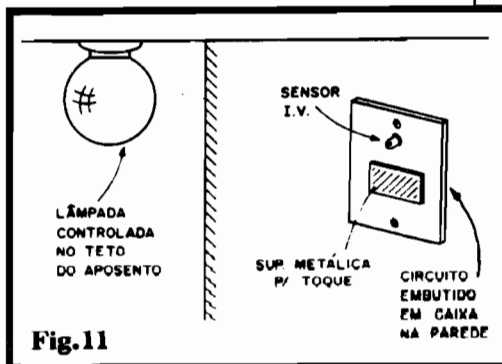

Fig.11
- FIG. 11 - OUTRO EXEMPLO APLICATIVO... - Num quarto de dormir, ficará elegante, prática e funcional a instalação do DICOR no controle efetivo da própria iluminação de teto! Para tanto, a caixa original do interruptor da lâmpada do local, na parede, deverá ser eventualmente substituída por um modelo maior (4" x 4"), ou ainda instalada na forma de uma caixa totalmente externa à parede... Em qualquer das opções, é recomendável que haja uma linha de visada entre a cama do "folgado" operador e a posição final do módulo "B", na parede... O foto-sensor I.V. e a própria plaquinha de controle por toque (nesse caso não é mais "opcional", pois se requer a possibilidade de operação manual "direta"...), devem ficar no painel mais evidente da caixa ou no "espelho" da parede... Dessa forma, entrando ou saindo do quarto, o operador respectivamente poderá **ligar** ou **desligar** a lâmpada com um breve toque de dedo sobre a plaquinha sensora... Já, estando na cama, acionará e regulará a luminosidade ambiente (podendo também desligá-la, se quiser...) com o módulo "A", cujo "lugar de ficar" mais óbvio é o... criado mudo!